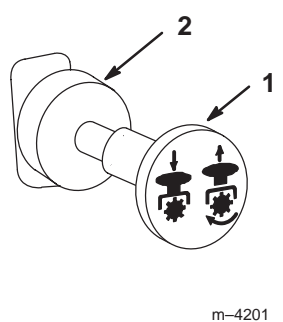

Figure 11
3. Placez la commande de prise de force (PDF) en position désengagée (Fig. 11).